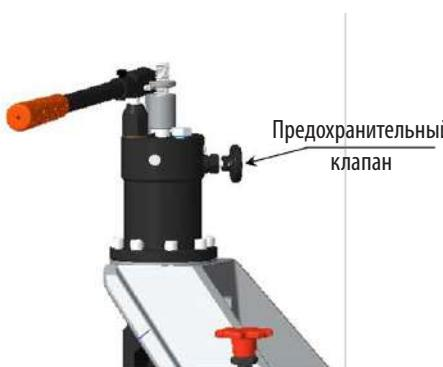

рис. 3
1. Откройте предохранительный клапан на гидравлическом насосе против часовой стрелки и поднимите канавочный ролик в верхнее положение. См. *рисунок 3*.